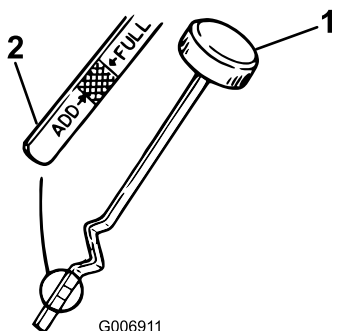

Figura 19
7. Svitare l'asta di livello dell'olio e pulite l'estremità metallica (Figura 19).